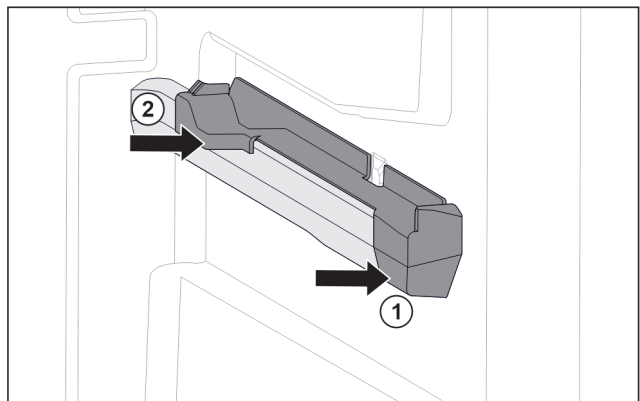

Fig. 40 Aufsteckteil auf der rechten Behälterrippe
- ▶ Aufsteckteil vorne an Behälterrippe ansetzen. Fig. 40 (1)
- ▶ Aufsteckteil hinten andrücken. Fig. 40 (2)